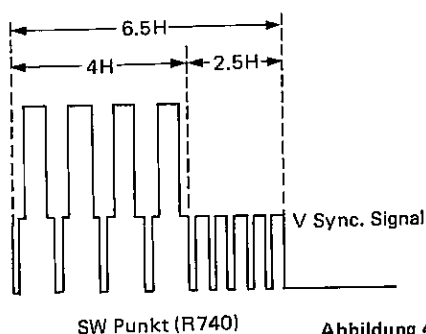

Abbildung 42.
3. Durch Wählen von (-) Sync. Gefälle mit dem Oszilloskop R740 (REC Phase) entsprechend den Erfordernissen in Abbildung 42 einstellen.